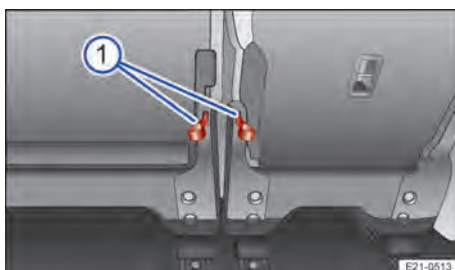

Fig. 70 Na parte de trás do banco traseiro: alças para ajustar a posição do assoalho do compartimento de bagagem.
Ou: puxar a respectiva alça vermelha → Fig. 70 ①.
→ Fig. 70 .